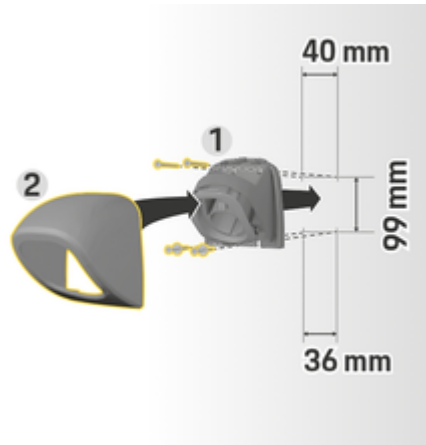

Fig. 25: Dimensiones de perforación
1. Retire el soporte del enchufe **1** de la cubierta (Fig. 25) **2** (Fig. 25).
4. Atornille el soporte del enchufe **1** (Fig. 25) a la pared.
5. Encajar la cubierta **2** (Fig. 25) en el soporte del enchufe **1** (Fig. 25) desde abajo y presiónelo hacia arriba.